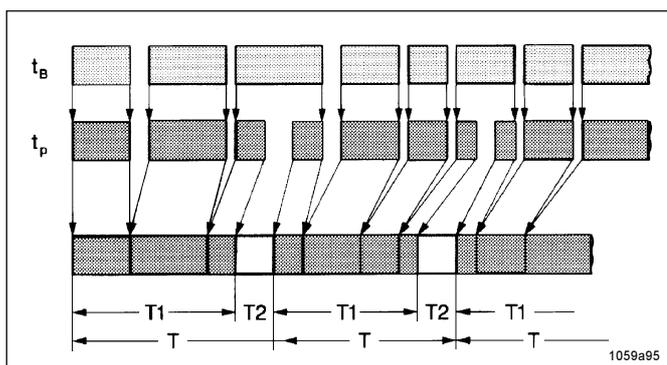
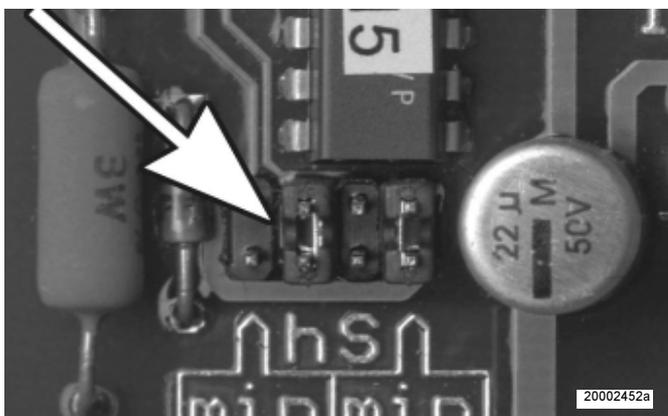

Abb. 22 - Zeitablaufdiagramm
Abb. 25 - Vorwahl des Zeitbereiches
- Bereits abgelaufene Pausenzeiten werden beim Ausschalten des Maschinenkontaktes gespeichert und aufaddiert (siehe T1, Abb. 22). Dies geschieht solange, bis die, an dem blauen Drehschalter, siehe Abb. 25 eingestellte Zeit, erreicht ist.
Hinweis : Zur Verstellung eines Jumpers (Abb. 25 oder 27), muß die Steuerplatine ausgebaut werden.
- Die Zeitbereiche können durch Umstecken des Jumpers (Abb. 25) an der Steuerplatine verändert werden